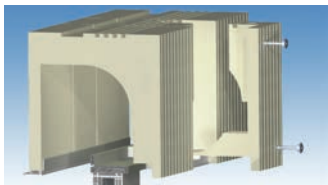

Bild 53
Schritt 3: Fahren Sie den Rollladenpanzer vollständig herunter und entfernen Sie das Formteil des Rollladenkastens im Bereich der Statikkonsole (Bild 53).